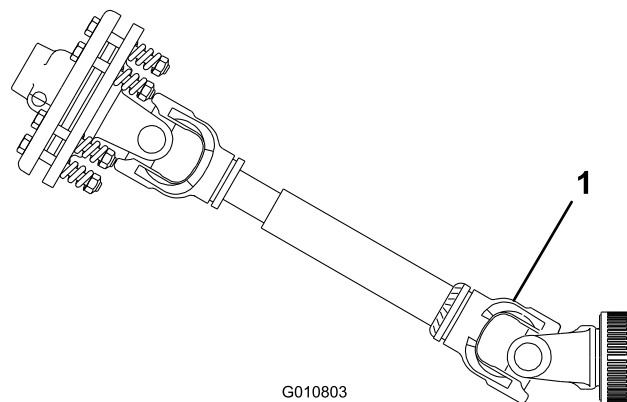

Figura 21
**Importante:** Quando collegate la presa di forza, assicuratevi di non sollevare l'arieggiatore più del necessario. Sollevando eccessivamente la macchina si rischia di rompere le articolazioni dell'albero della presa di forza (Figura 21). Non lasciate girare la presa di forza quando l'arieggiatore è sollevato. La presa di forza può funzionare con un'angolazione massima di 25°, mentre non può mai eccedere un angolo di 35° quando l'arieggiatore si trova nella posizione più alta.